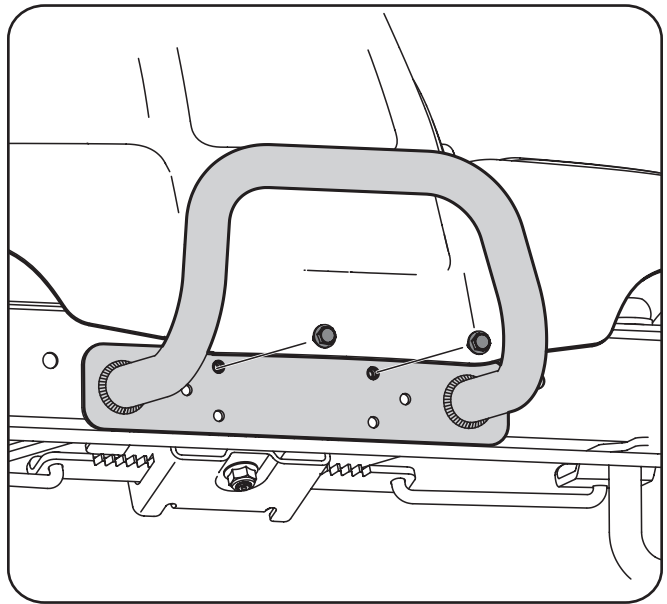

Figure 3-12
1. Retirez les deux vis comme indiqué dans la Figure 3-12.
2. Placez le pare-chocs sur les trous de montage et fixez-le à l'aide des vis retirées à l'étape précédente. Voir Figure 3-12.